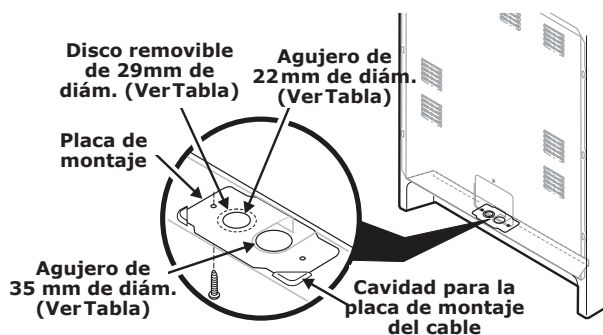

Fig. 9
Consulte la Tabla del Tamaño de la Abertura de Conexión de la Estufa (Figs. 9 y 10) para la información sobre los amperes del juego de cordón. Los bornes en los extremos de los alambres deben ser de anillo cerrado u horquillas abiertas con extremos dirigidos hacia arriba.
Se debe retirar la cubierta de acceso trasera (Fig. 9). Para retirar, afloje el tornillo central (un tornillo) y retire la cubierta de acceso. Así se puede tener acceso al tablero de bornes.
NOTA: La estufa es embarcada de la fábrica con un agujero de 1-3/8" de diámetro como se muestra. Para usar ya sea el agujero de 7/8" de diámetro o los discos removibles de 1-1/8" de diámetro. Ver la Fig. 9.
1. Siga las instrucciones de instalación del fabricante suministradas con el sujetacable e instale (Además vea las Figs. 9, 10 y 11).
5. Asegúrese de que todas las tuercas estén firmemente apretadas y vuelva a colocar la cubierta de acceso trasera (Ver Fig. 9).
3. Asegúrese de que todas las conexiones estén firmemente apretadas y vuelva a colocar la cubierta de acceso trasera (Ver Fig. 9).
5. (Conexiones permanentes trifilares y tetrafilares) Asegúrese de que todas las tuercas estén firmemente apretadas y vuelva a colocar la cubierta de acceso trasera (Ver Fig. 9).